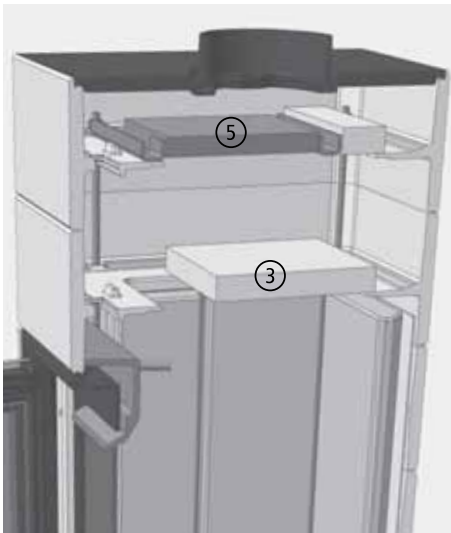
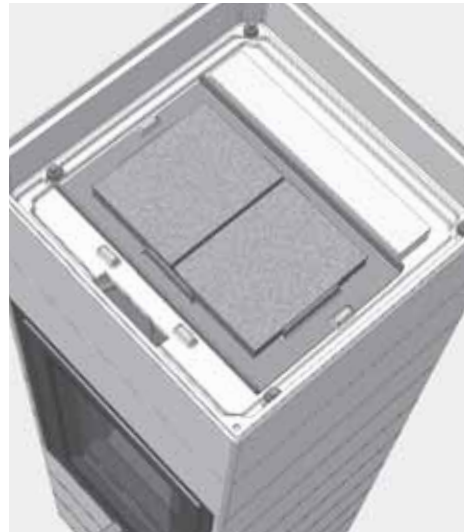

Abb. 3.16 Lage der Katalysatorplatten beim CORNA tec, Schnittdarstellung
Abb. 3.17 Lage der Katalysatorplatten beim CORNA tec, Blick von oben bei abgenommener Deckplatte
- auf den Aufnahmerahmen werden die beiden Katalysator-Elemente nebeneinander aufgelegt (siehe Abb. 3.16 bzw. Abb. 3.17).